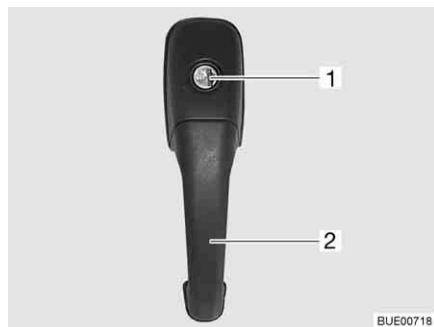

Fig. 26 Serratura della porta di ingresso, lato esterno
- Inserire la chiave nel cilindro della serratura (Fig. 26,1) e ruotare fino a quando la serratura della porta si sblocca.
- Tirare la maniglia della porta (Fig. 26,2). La porta è aperta.
- Inserire la chiave nel cilindro della serratura (Fig. 26,1) e ruotare fino a quando la serratura della porta si blocca.